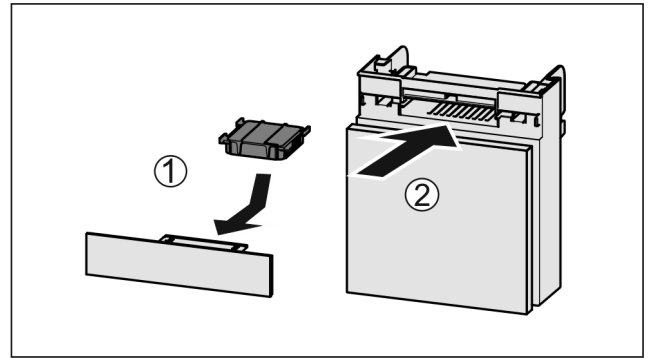

Fig. 100
- Inserire il vano Fig. 100 (2).